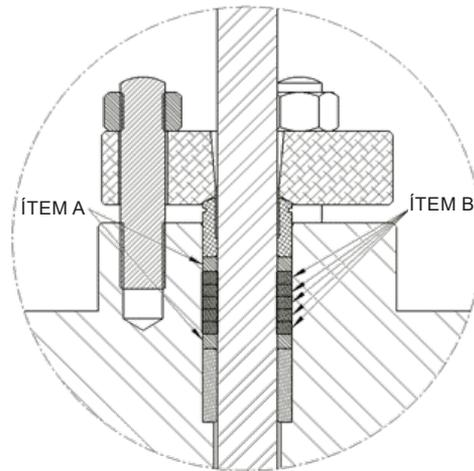

Figura 12 - Sección transversal de la caja de embalaje
4. Instale el casquillo guía dentro de la caja de empaque seguido de todos los demás elementos de empaque como se indica en la Figura 12. Un total de siete anillos conforman el empaque, el "Elemento A" representa los dos anillos antiextrusión (empaquete dividido) que intercalan los cinco anillos de grafito del "Elemento B".